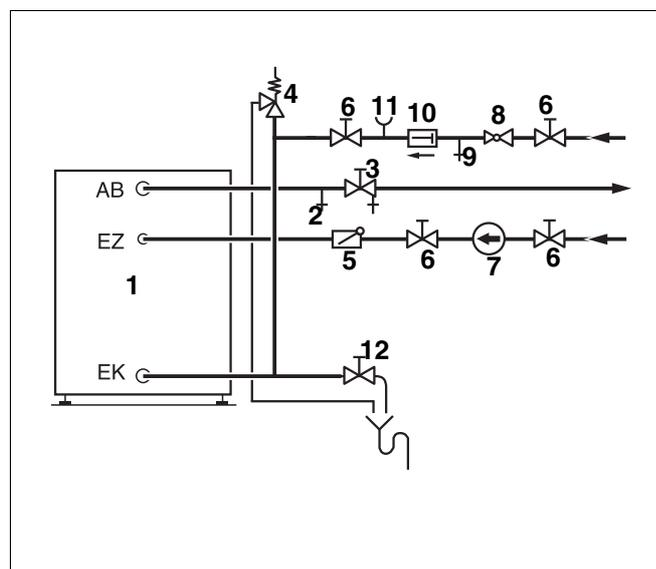

Рис.6 Монтаж (принципиальная схема)
Монтаж трубопроводов и установку на них арматуры (рис. 6) следует проводить с учётом действующих норм и правил.
- ▶ Установите вентиль для продувки и выпуска воздуха (рис. 6, [2]) в трубопровод горячей воды перед запорным вентиляем (рис. 6, [3]).
- ▶ На предохранительном клапане (рис. 6, [4]) установите предупреждающую табличку с надписью: "Не перекрывать дренажную линию. Во время нагрева в целях безопасности может вытекать вода."